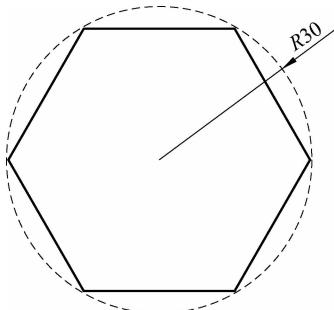

图 3-12 内接于圆的正六边形
(2) 内接于圆(I): 表示绘制的正多边形在圆里。例如, 绘制如图 3-12 所示内接于圆的正六边形。